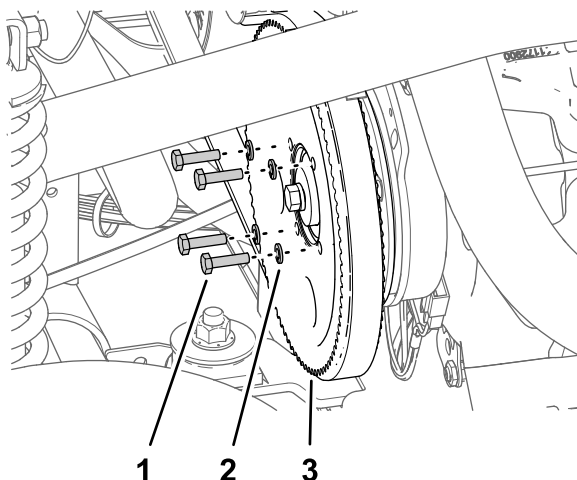

Figura 179
3. Retire os quatro parafusos (1/4 x 1 pol.) e as 4 anilhas de bloqueio (1/4 pol.) que prendem a polia à bomba do pulverizador (Figura 179).